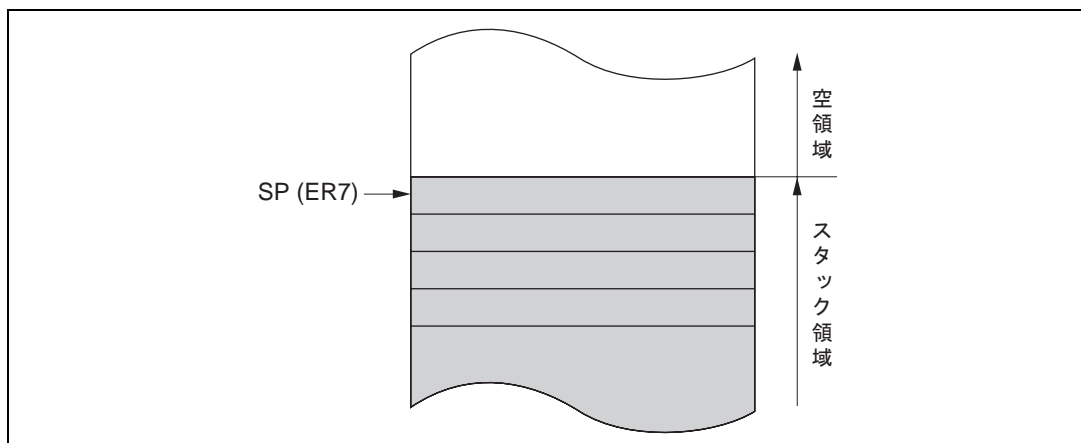

図 2.6 スタックの状態
汎用レジスタER7には、汎用レジスタとしての機能に加えて、スタックポインタ (SP)としての機能が割り当てられており、例外処理やサブルーチン分岐などで暗黙的に使用されます。スタックの状態を図2.6に示します。